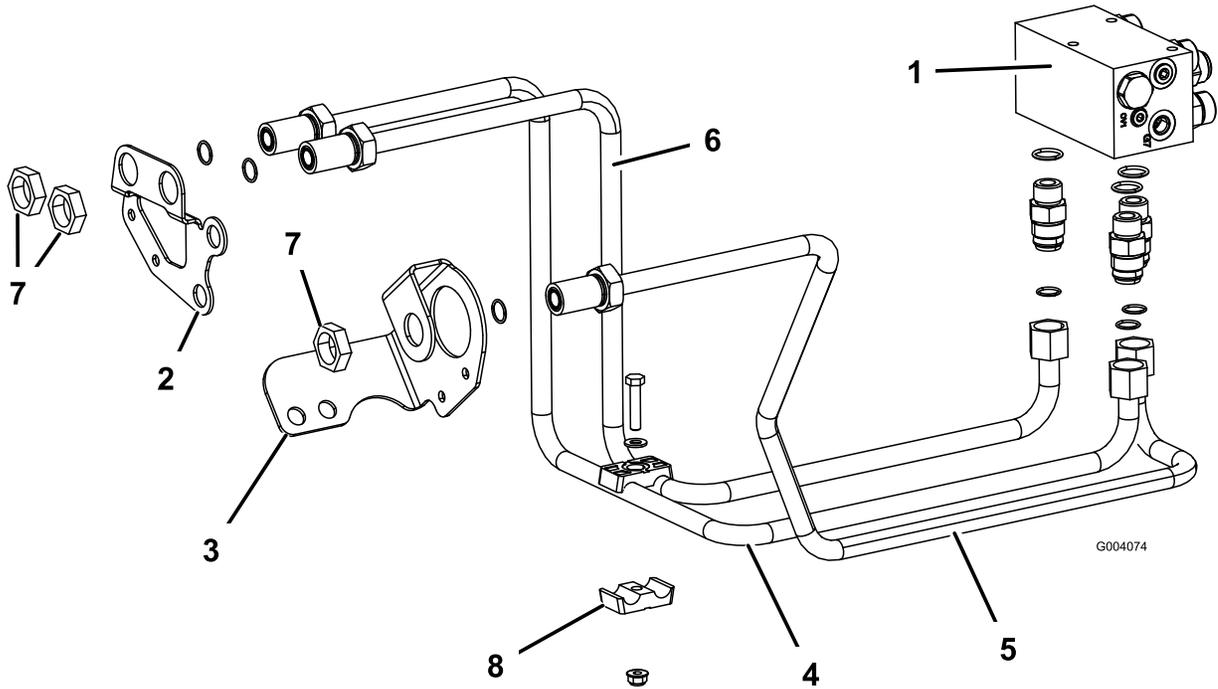

図 10
ティングから、右側フレームのバルクヘッドブラケットの右側の穴に配設する 図 10。
2. この油圧チューブの後部をマニホールドのフィッティングに固定し、前部をバルクヘッドブラケットに、ロックナット1-5/16"で固定する 図 10。
3. 油圧チューブP/N 108-7626を、中央マニホールドフィッティングの REV というラベルのついたフィッティングから、左側フレームのバルクヘッドブラケットの穴に配設する 図 10。
5. 油圧チューブP/N 108-7625を、右側マニホールドフィッティングの LF というラベルのついたフィッティングから、右側フレームのバルクヘッドブラケットの左側の穴に配設する 図 10。
7. 右側バルクヘッドのライン2本を、チューブクランプ、ボルト5/16 x 1½"、平ワッシャ 5/16"、フランジナット 5/16"で固定する 図 10。